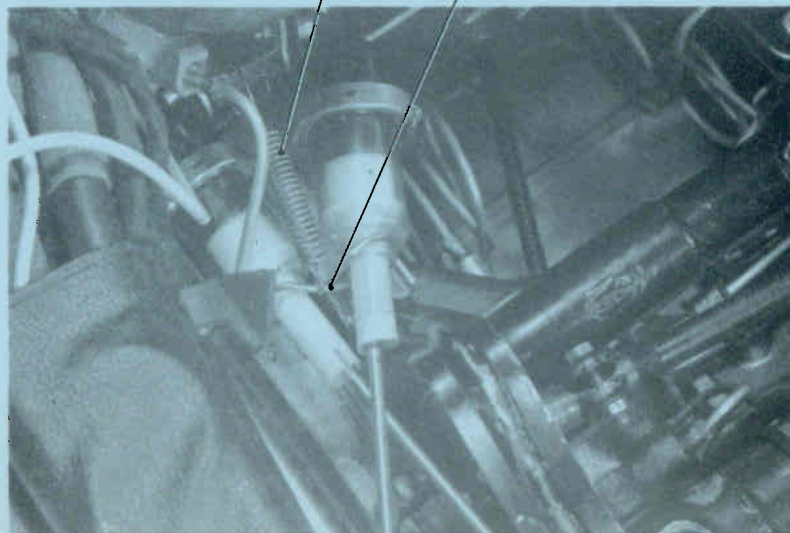

Fig. 5
- 2) Om het verloop van de afstelling te voorkomen dienen de twee zenders bij elkaar gehouden te worden met behulp van een haak 1 S 5402658 U en een veer 1S 5402659 E (afb. 5).